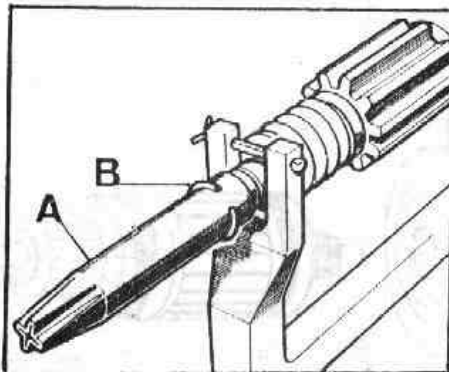

Fig. N2-23 Montaje del conjunto de muelles y engranajes en el eje del inducido
- 4.2. Se usará un trozo de tubo de acero adecuado con el extremo en punta, - para montar con facilidad el clip de fijación de conjunto de muelles y piñón, sobre el eje del inducido (Fig. N2-23).